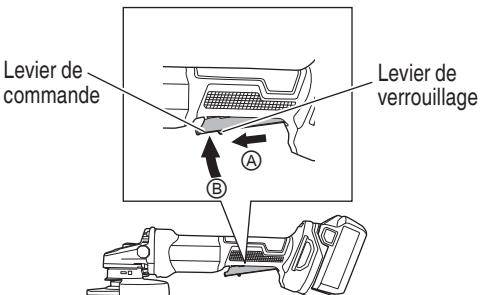

Fig. 15
2. Mettre la meuleuse sous tension (Fig. 15)
Pour mettre l'outil en marche, poussez le levier de verrouillage dans la direction de ① et appuyez sur le levier de commande dans la direction de ② comme indiqué sur la Fig. 15. Relâchez le levier de commande pour arrêter l'outil.